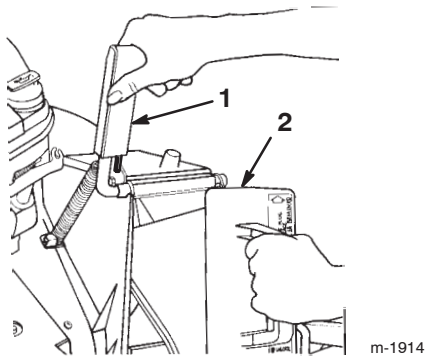

Bild 5
- Öffnen Sie die Auswurfkanalabdeckung am Griff durch Vorwärtsziehen und nach hinten Ziehen (Bild 5). Halten Sie den Griff der Auswurfkanalabdeckung, damit sie nicht unter Federdruck zurückspringen kann, während Sie die Abdeckung einsetzen.
- Drehen Sie, da die Abdeckung etwas breiter als die Öffnung des Auswurfkanals ist, diese beim Einführen leicht im Uhrzeigersinn (Bild 5).